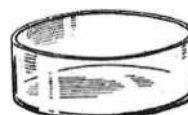

Рис. 6. Кристаллизатор
6. Кристаллизаторы (рис.6) разной ёмкости используют в процессах кристаллизации для охлаждения насыщенных растворов, для собирания газов методом вытеснения воды. Кристаллизаторы нельзя сильно нагревать, так как они изготовлены из толстого стекла.